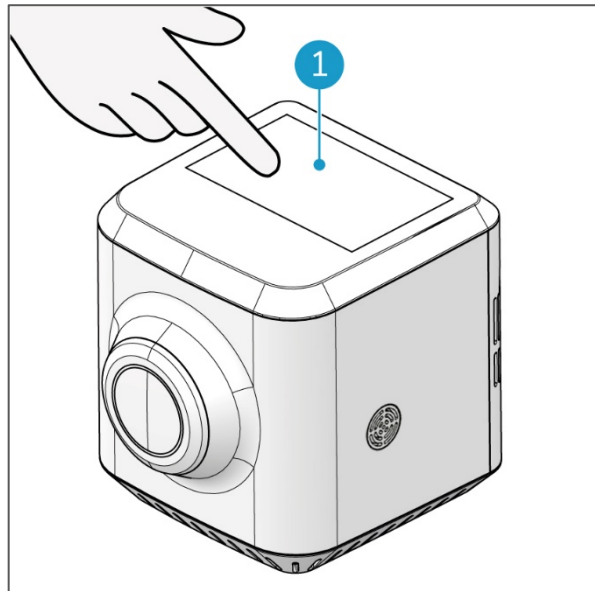

Figura 9
1. Toca con el dedo la pantalla táctil en la parte superior del i-sense (Figura 9, pos. 1).